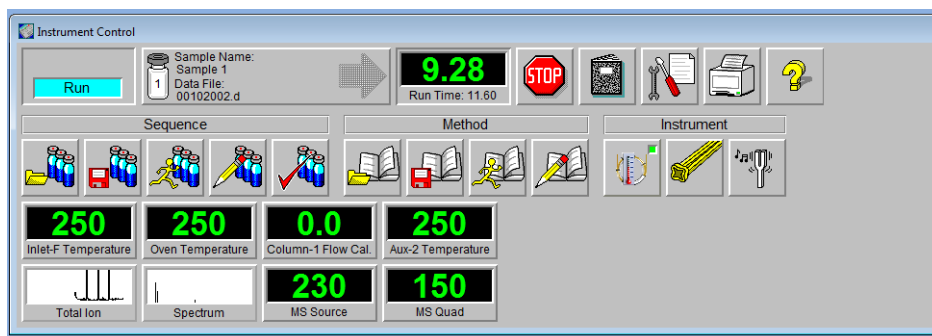

图 18 排列参数显示窗口
- 8 单击每个参数显示窗口并将其拖到所需的位置。请参见图 18，该图提供了一种排列参数显示窗口的方式。